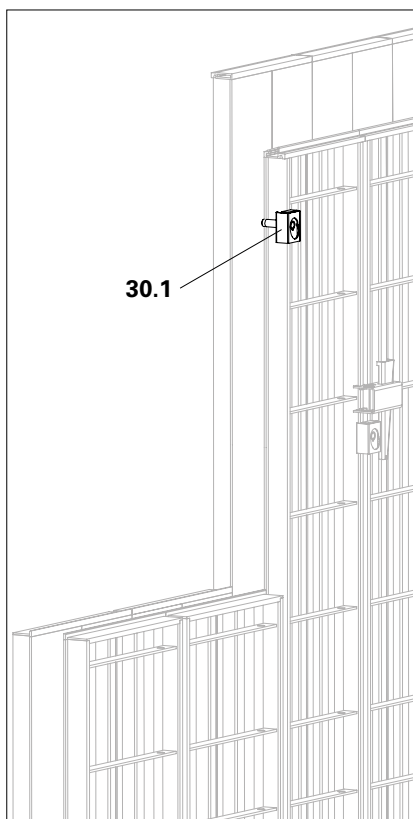

Fig. B4.02
(Fig. B4.02 + B4.03 + B4.04)
1. Attaccare il dado di ancoraggio UNO Plus (30.1) al telaio della parete interna e fissarlo. (Fig. B4.02)